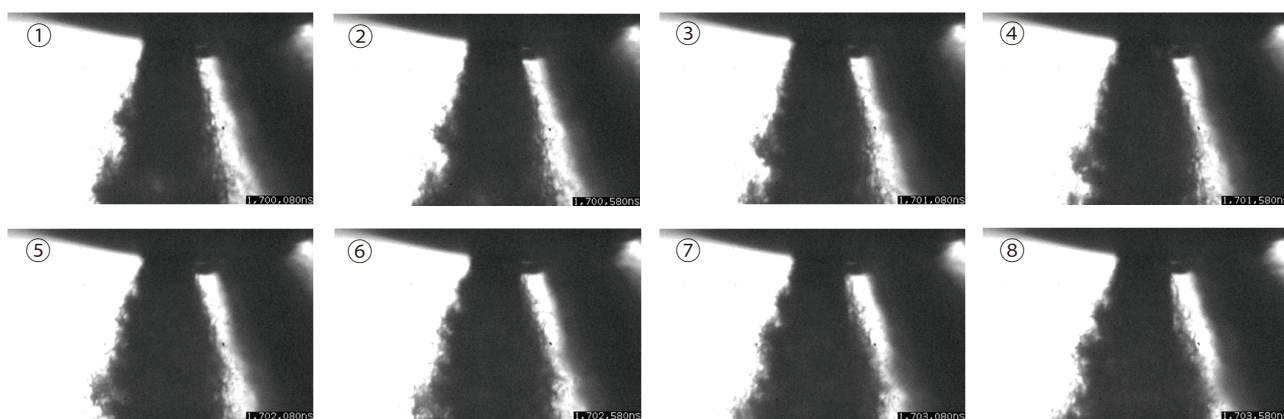

Fig.3 ノズル出口近傍の様子 (画像間の時間間隔は 500 ns)
Table 2 に撮影条件を、Fig. 2 に撮影の様子を示します。Fig. 3 ～ 6 に撮影 (1) の画像を示します。インジェクタによる燃料噴霧の撮影では、ノズル出口近傍、ノズルから 1 mm 下方、2 mm 下方、4 mm 下方の様子をそれぞれ撮影しました。ノズル近傍ではまとまっていた燃料が、下方にいくほど分散していく様子がわかります。